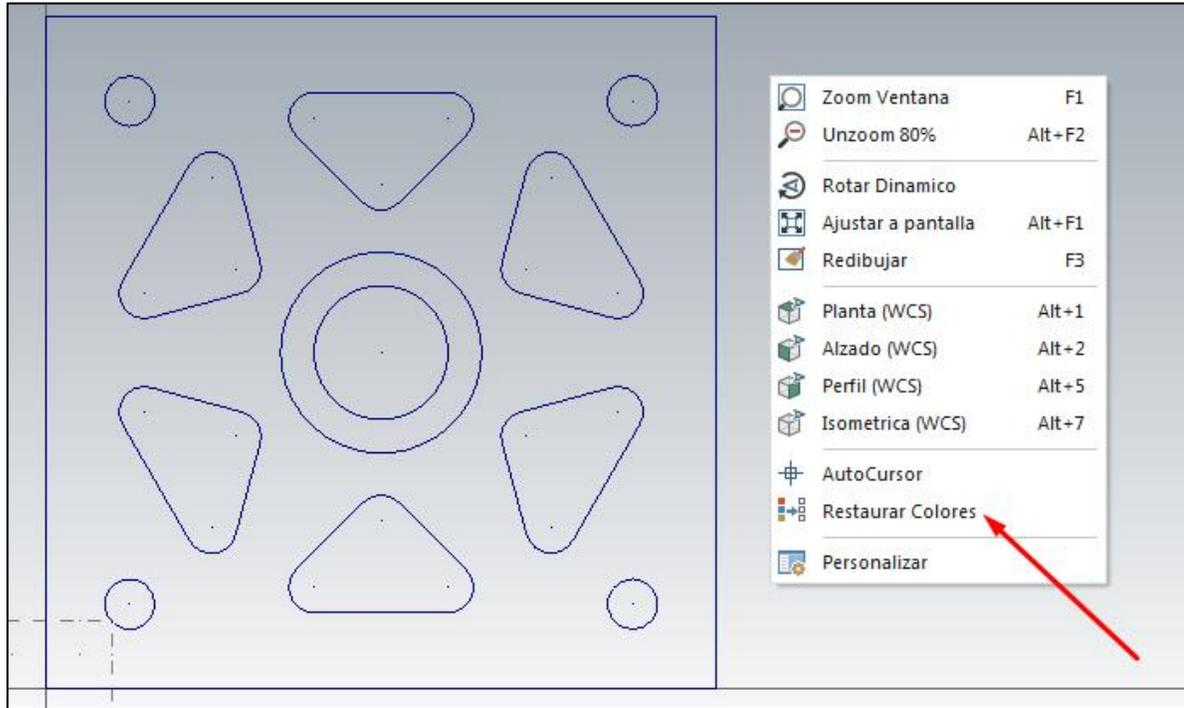

Figura 5.20 Restaurar colores.
****Nota:** Para que todas las líneas del croquis estén del mismo color se da clic derecho en el área de trabajo en blanco, se abrirá un pequeño apartado y se selecciona la opción de **Restaurar Colores**. (Figura 5.20)